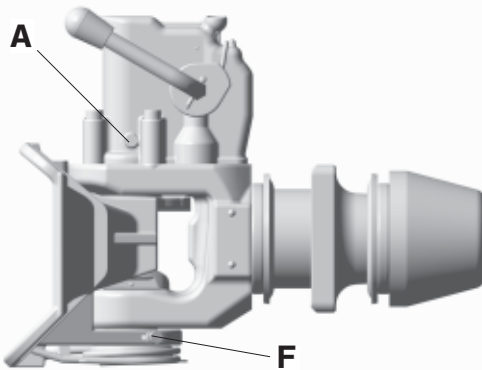

Abb. 7
- Bei schweren Einsatzbedingungen, starker Schmutz- und Wassereinwirkung die Automateinheit **bei geöffneter Kupplung am Schmiernippel (A) nachfetten** (s. Abb. 7):
- Unteres Fangmaullager (**F**, Abb. 7) schmieren: Empfehlung EP3